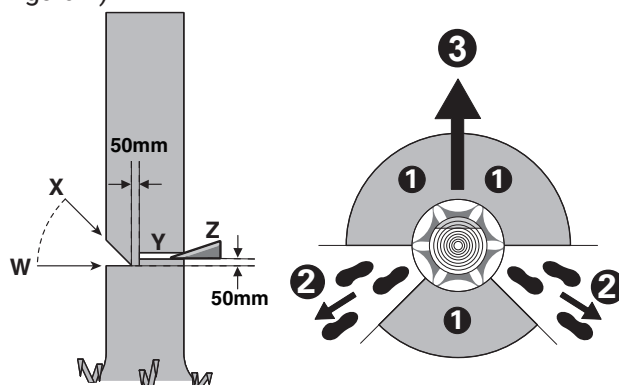

Figura 1
Faceți tăietura de doborâre (Y) cu cel puțin 50 mm mai sus decât tăietura orizontală de creștere prezentată în figura 1. Nu executați o tăietură de doborâre completă, ci doar atât de adâncă încât să mai rămână o legătură (adaos pentru doborâre), care să acționeze ca o balama. Astfel veți împiedica răsucirea copacului și căderea acestuia în direcție greșită. Nu tăiați complet marginea rămasă. În momentul apropierii tăieturii de doborâre de margine, copacul ar trebui să înceapă să cadă. În cazul în care se pare acesta nu va cădea în direcția dorită sau se înclină înapoi iar lanțul de ferăstrău se blochează, întrerupeți tăierea și introduceți
Când copacul începe să cadă scoateți ferăstrăul din tăietură, opriți-l, puneți-l jos și părăsiți zona periculoasă folosind calea de retragere stabilită (②). Fiți atenți la crengile care cad și evitați să vă împiedicați. (Vezi Figura 1)